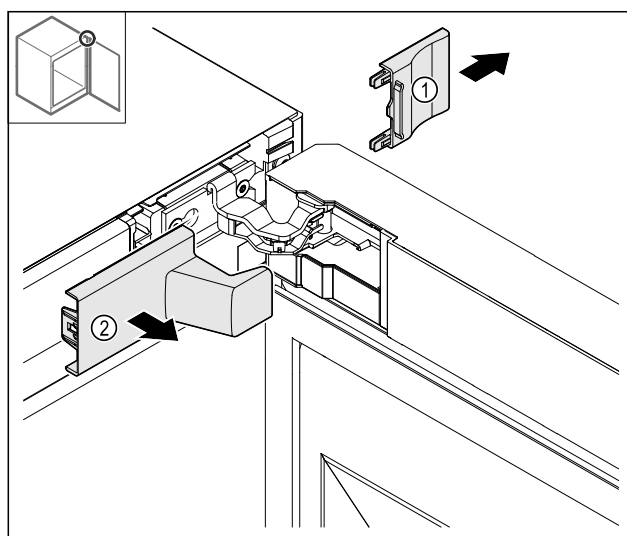

Fig. 13
- Снимите сначала крышку Fig. 13 (1), а затем Fig. 13 (2).